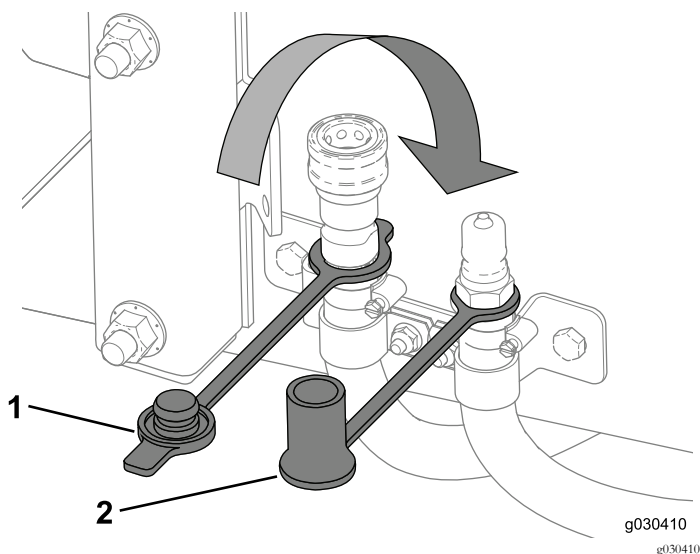

Figura 64
3. Vede os tubos do aquecimento utilizando os tampões antipoeira (Figura 64).